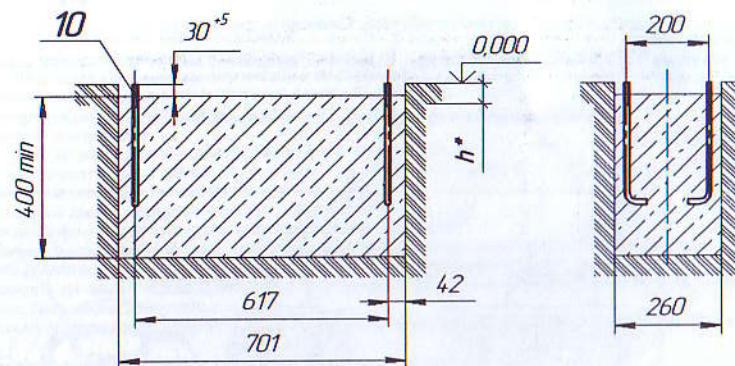

Рис. 3(ударопоглощающее покрытие показано условно)
12.3.2 Подготовить приямок по схеме на рис. 3. Необходимая глубина приямка под заливку бетона определяется УСТАНОВЩИКОМ исходя из типа грунта в месте установки, но не менее 400 мм.